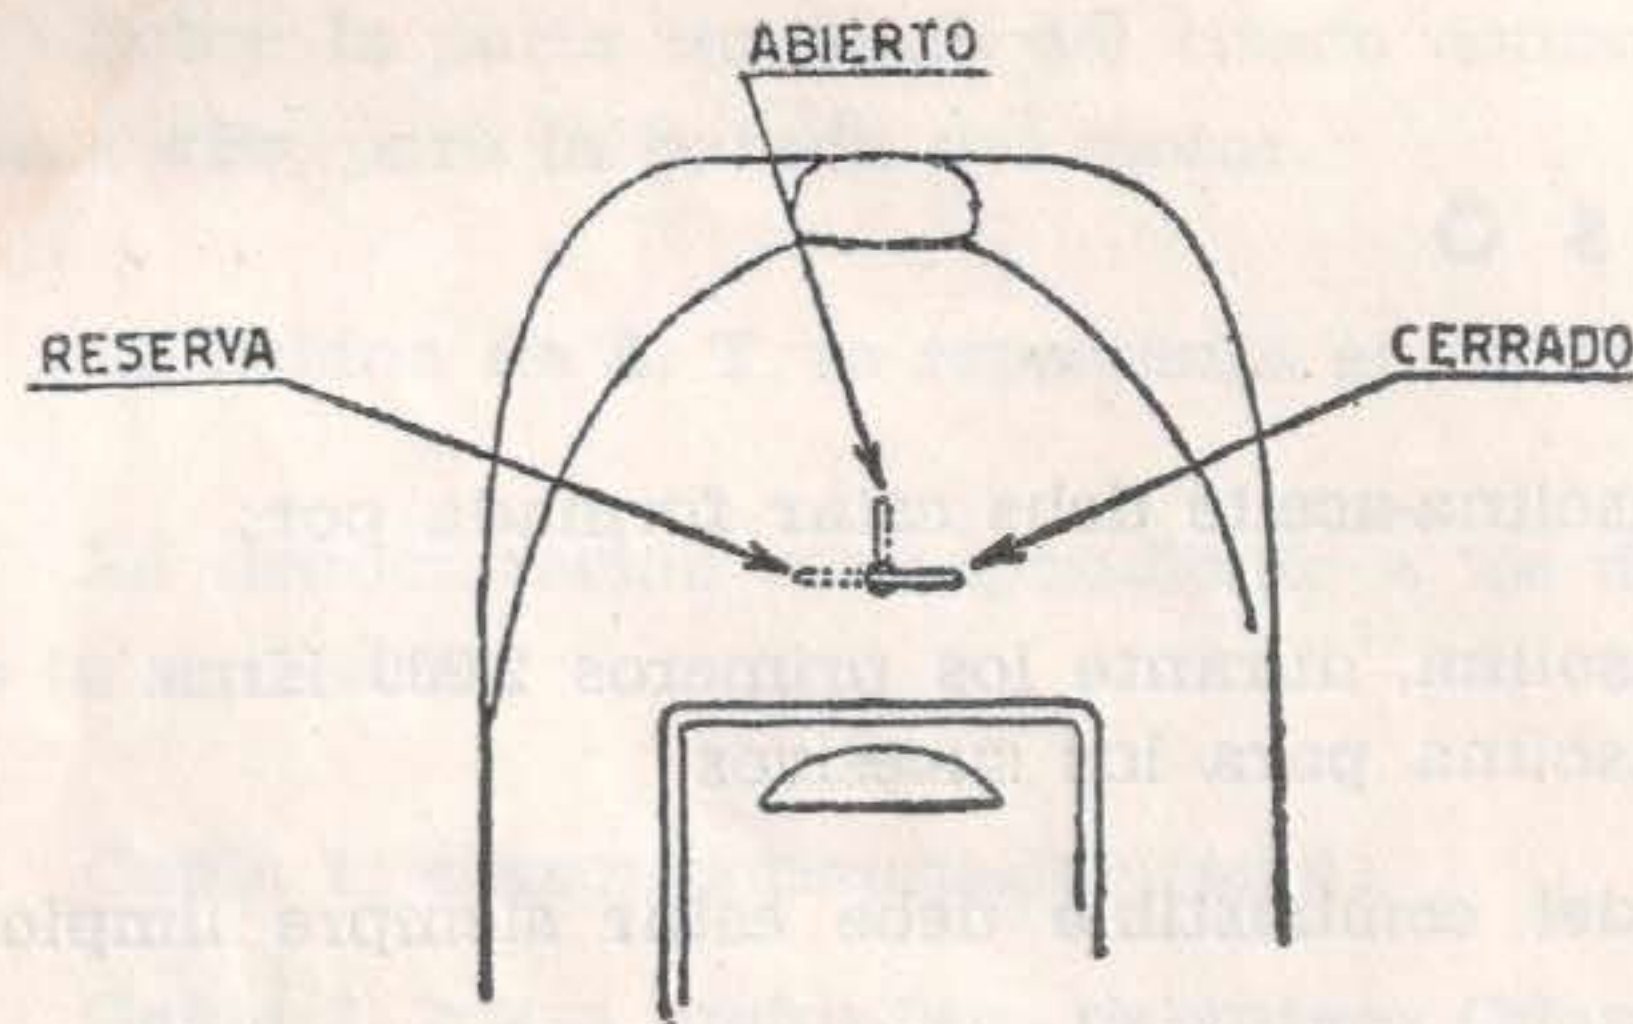

Fig. 5
**Arranque:** Para poner en marcha el motor hay que abrir la llave del combustible (las tres posiciones: «abierto», «cerrado», «reserva», están indicadas en la fig. 5), poner el cambio en posición de punto muerto, el acelerador al mínimo y accionar el pedal de puesta en marcha.